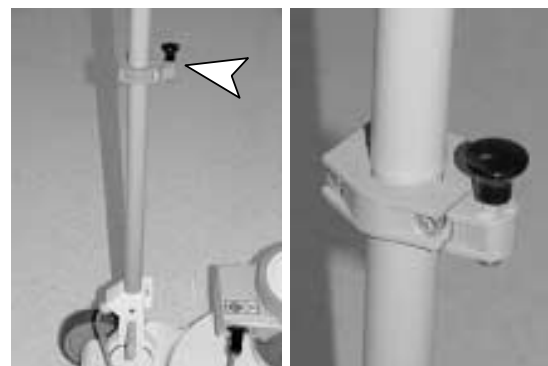

ABB. 2
1. Befestigen Sie die ober Frishwassertank-Halterung, wie angegeben, an den Bedienungsgriff; ziehen Sie die Schrauben noch nicht an; Sie benötigen dazu einen 5-mm-Allen-Schlüssel (Abbildung 2).